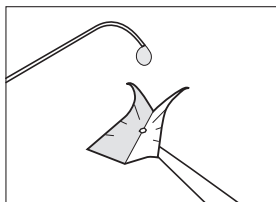

図7
8. 摘み部をピンセットで把持し、側方水路の形成を促すために本体裏面(排液面)を生理食塩水などで濡らした後(図7)、手甲部が結膜に触れ、眼瞼縁に引っかかり易い位置に設置を行う。設置の後に、山折ラインを軽く押し付けて設置面(皮膚上ドレープ面)形状に側方水路保持部を沿わせる。やや上方偏移の斜め掛けが最良の設置位置となる。